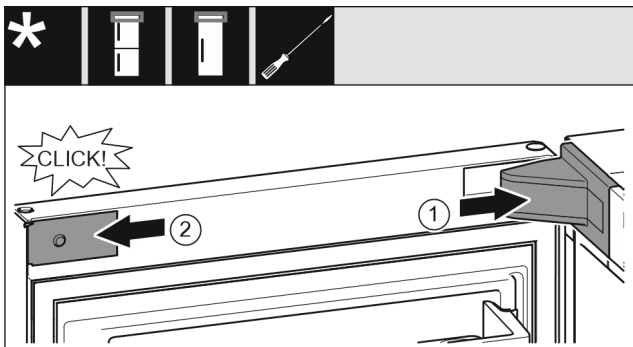

Fig. 20
- ▶ Założyć osłonę płytki zawiasu i zazębnić, ew. ostrożnie odsunąć. *Fig. 20 (1)*
- ▶ Założyć zaślepkę z boku i zazębnić. *Fig. 20 (2)*